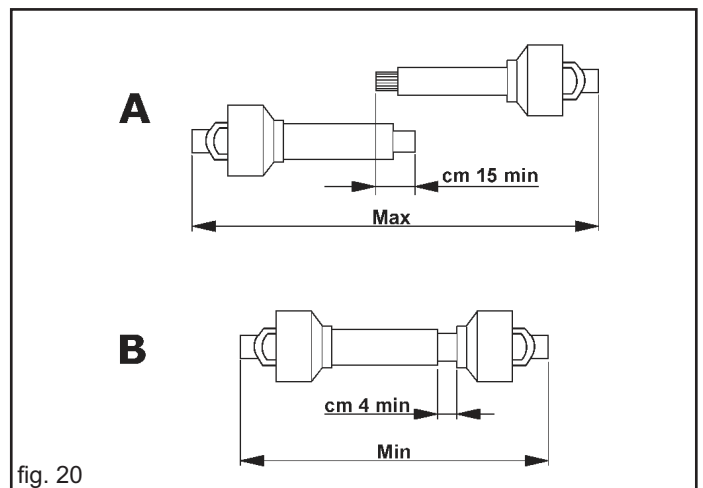

fig. 20
- Cuando el árbol cardán se encuentra totalmente afuera, los dos tubos tienen que superponerse por lo menos de 15 centímetros (A, Fig. 20). Mientras cuando este se encuentra insertado al máximo, el yugo mínimo permitido es de 4 centímetros (B, Fig. 20).